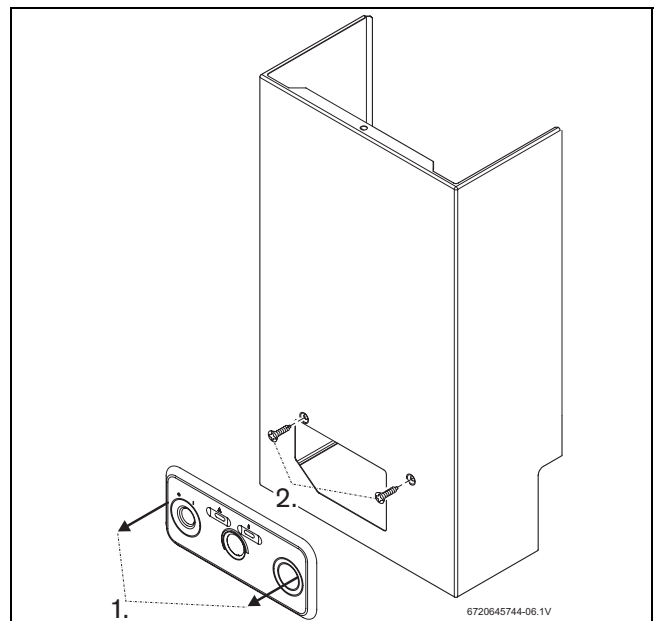

Fig. 21 Enlever la partie frontale.
- ▶ Enlever le bandeau de commande de l'appareil ; pour ce faire, le tirer légèrement vers soi (→Fig. 21, [1]).
- ▶ Desserrer les deux vis (→Fig. 21, [2]).